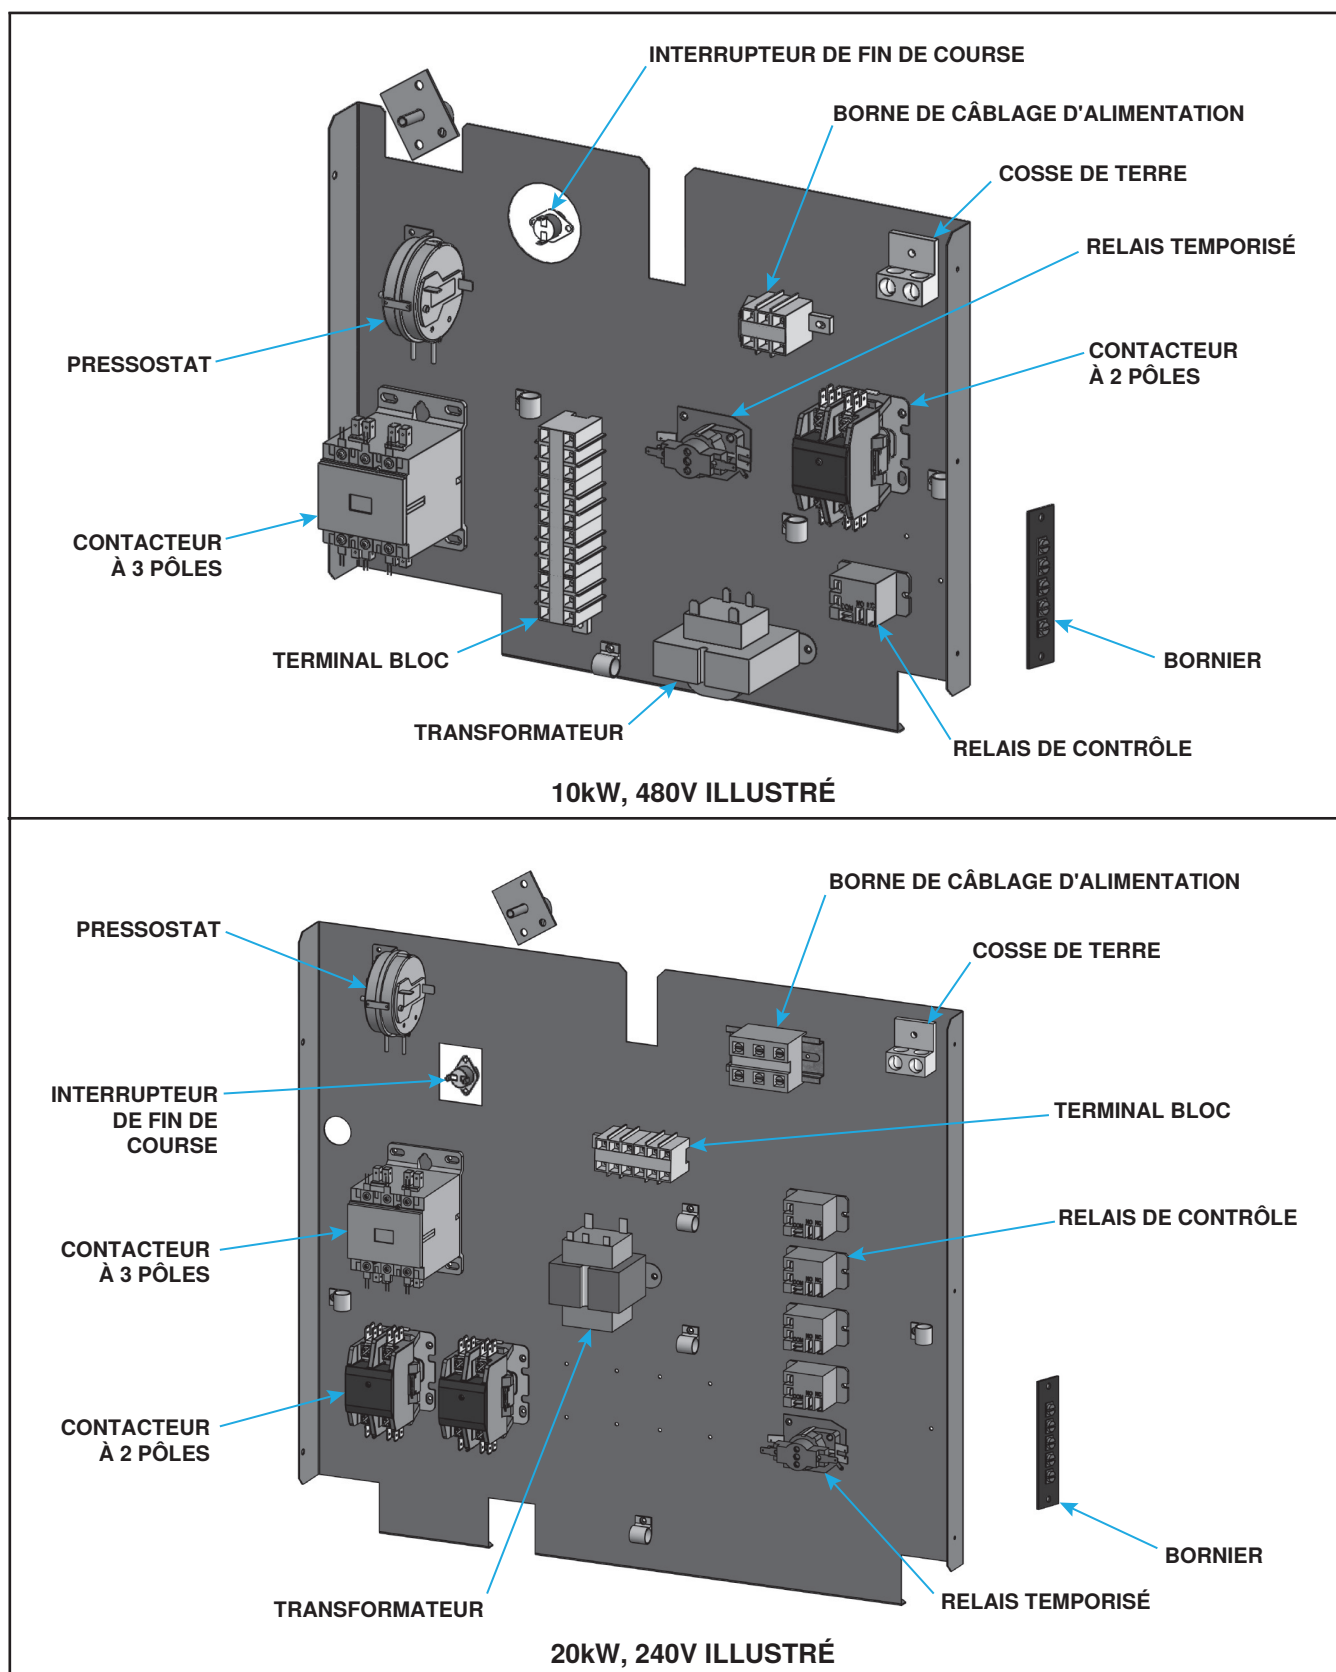
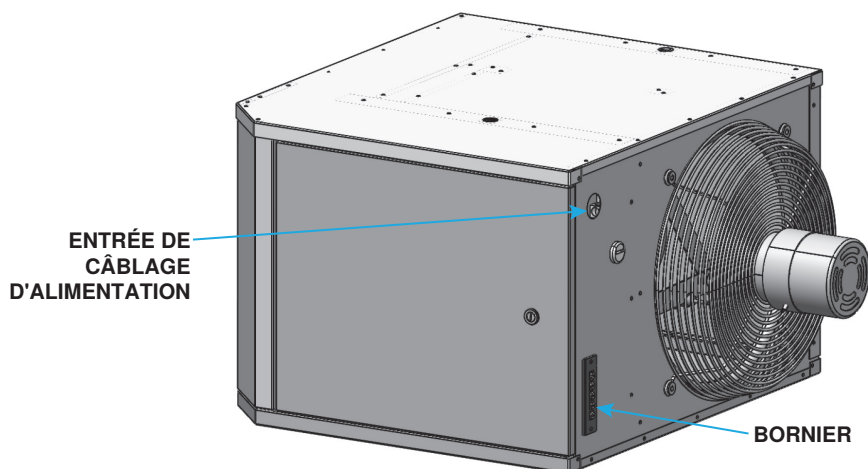

Figure 6. Panneaux de contrôle typiques
Figure 7. Entrée du câblage d'alimentation et plaque de connexions de la commande
- (1) Desserrez les vis des bornes T1, T2 et T3 sur les bornes du contacteur à 3 pôles (voir Figure 6).
- (2) Débranchez les fils noirs des bornes T1 et T2 et connectez-les à la borne T3.
- (3) Serrez toutes les vis des bornes.
- Le câblage d'alimentation entre comme indiqué sur la **Figure 7** et se connecte au bornier sur le panneau de commande (voir **Figure 6**).
- Le bornier pour les connexions de commande 24V est situé à l'extérieur du boîtier de commande à l'arrière de l'unité, comme illustré à la **Figure 7**. La bande a cinq bornes : C, R, G, W1 et W2. Les connexions du thermostat sont les bornes C (optionnel), R, G, W1 et W2 (optionnel).
Toutes les unités sont équipées d'un pressostat de vérification d'air à réenclenchement automatique normalement ouvert (voir Figure 6) qui détecte la pression d'air fournie par le fonctionnement du ventilateur. Le commutateur est réglé en usine et n'est pas réglable. Lorsque la consigne est atteinte, l'interrupteur permet l'alimentation électrique des éléments chauffants. Ce dispositif de sécurité offre une protection en cas de panne du moteur du ventilateur ou de manque de débit d'air dû à une restriction à l'entrée ou à la sortie.
Toutes les unités sont équipées d'un interrupteur de limite de haute température activé par la température et à réinitialisation automatique normalement fermé (voir Figure 6). Le commutateur est réglé en usine et n'est pas réglable. Si la consigne est atteinte, l'interrupteur interrompt l'alimentation électrique des éléments chauffants. Ce dispositif de sécurité offre une protection en cas de panne du moteur du ventilateur ou de manque de débit d'air dû à une restriction à l'entrée ou à la sortie.